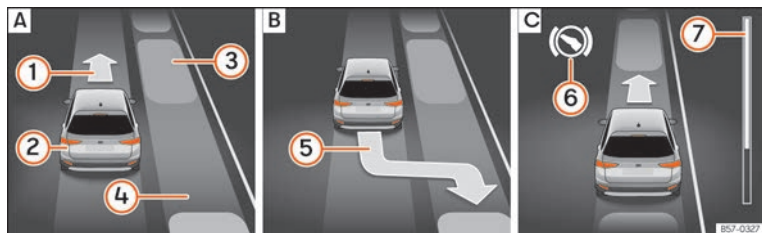
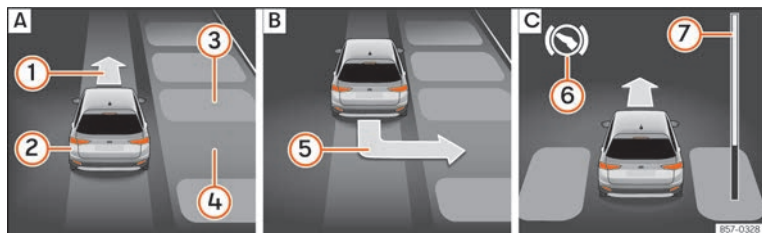

Fig. 186 Sur l'écran du tableau de bord : stationner en créneau. [A] Chercher une place de stationnement. [B] Position de stationnement. [C] Manœuvrer.
Fig. 187 Sur l'écran du tableau de bord : stationner en bataille. [A] Chercher une place de stationnement. [B] Position de stationnement. [C] Manœuvrer.
stationner » **fig. 186 [B]** ou » **fig. 187 [B]** a été atteinte. La place sera considérée comme « appropriée » si l'indication de stationnement ⑤ apparaît à l'écran du combiné d'instruments.
• Reculez jusqu'à ce que retentisse le signal continu du ParkPilot ; **OU** : reculez jusqu'à ce que l'indication de passer en marche avant » » **fig. 186 [C]** ou » » **fig. 187 [C]** apparaisse à l'écran du tableau de bord ; **OU** : reculez jusqu'à ce que le message **Park Assist terminé** apparaisse à l'écran du tableau de bord. La barre de progression **⑦** indique la distance à parcourir » » **page 287**.
véhicule en marche avant et en marche arrière jusqu'à ce qu'il soit centré sur la place » » **fig. 186 [C]** ou » » **fig. 187 [C]**.
La barre de progression » » **fig. 186 ⑦** et » » **fig. 187 ⑦** affiche symboliquement la distance relative qu'il reste à parcourir à l'écran du combiné d'instruments. Plus la distance est grande, plus la barre de progression est remplie. En circulant en marche avant, le contenu de la barre de progression diminue vers le haut, et en circulant en marche arrière, il diminue vers le bas.